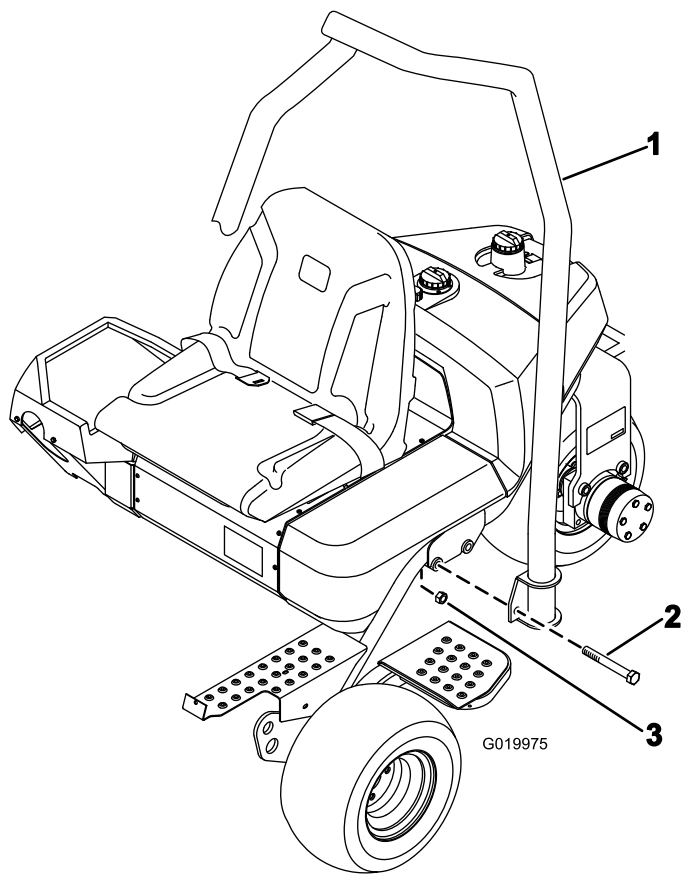

Рисунок 4
1. Расположите защитную дугу так, чтобы верхняя часть изгиба трубы была направлена к передней стороне машины (Рисунок 4).
2. Опустите защитную дугу на раму, совместив с монтажными отверстиями (Рисунок 4).
3. Прикрепите каждую сторону защитной дуги к раме 2 болтами (5/8 x 4 1/2 дюйма) и контргайками, как показано на Рисунок 4.